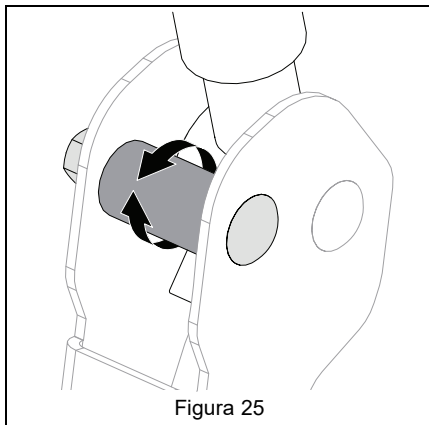

Figura 25
5. Girar el espaciador excéntrico para que las palancas estén a la misma altura y quede un hueco de 1.3 cm – 2.5 cm (1/2" – 1") entre las palancas. Consulte Figura 25.